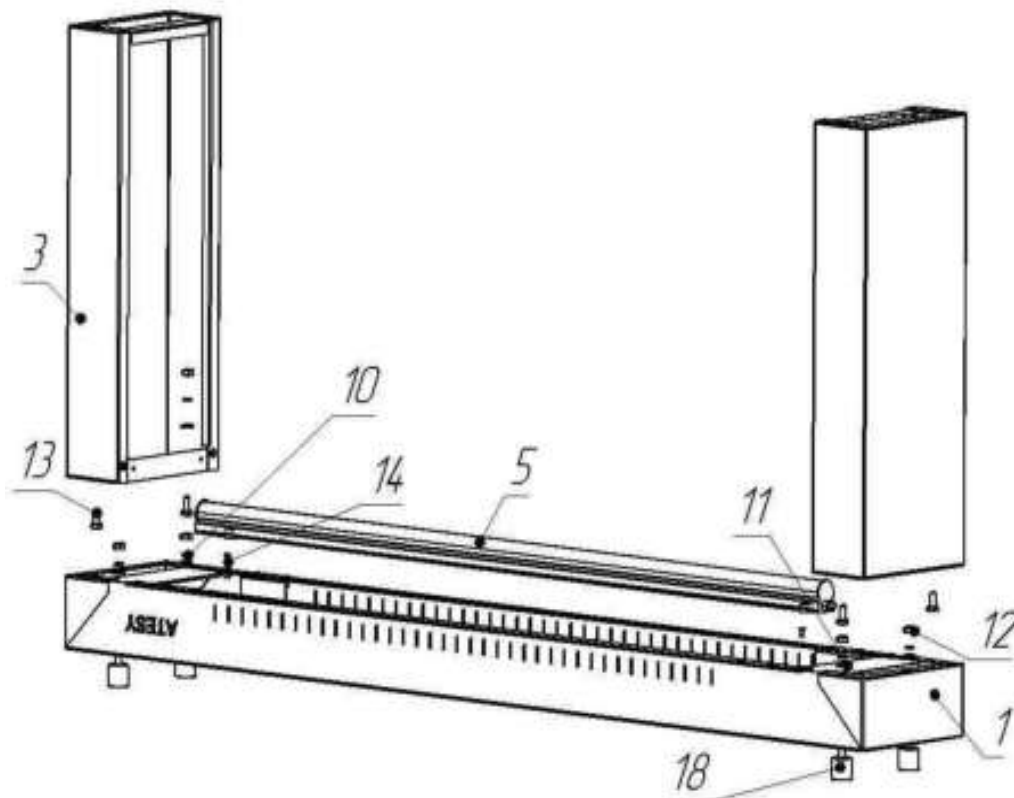
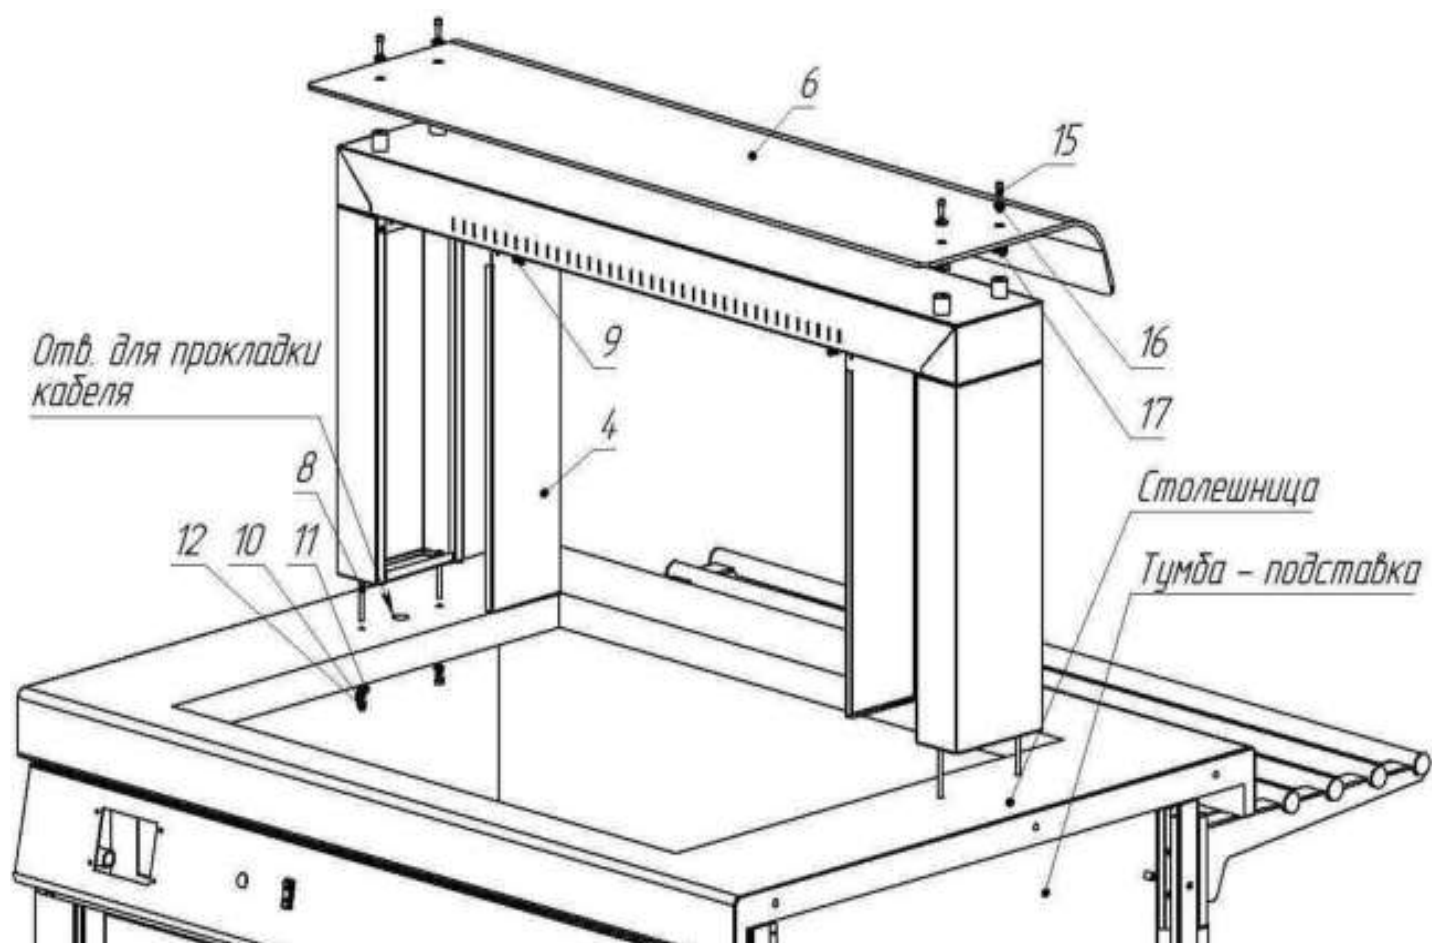
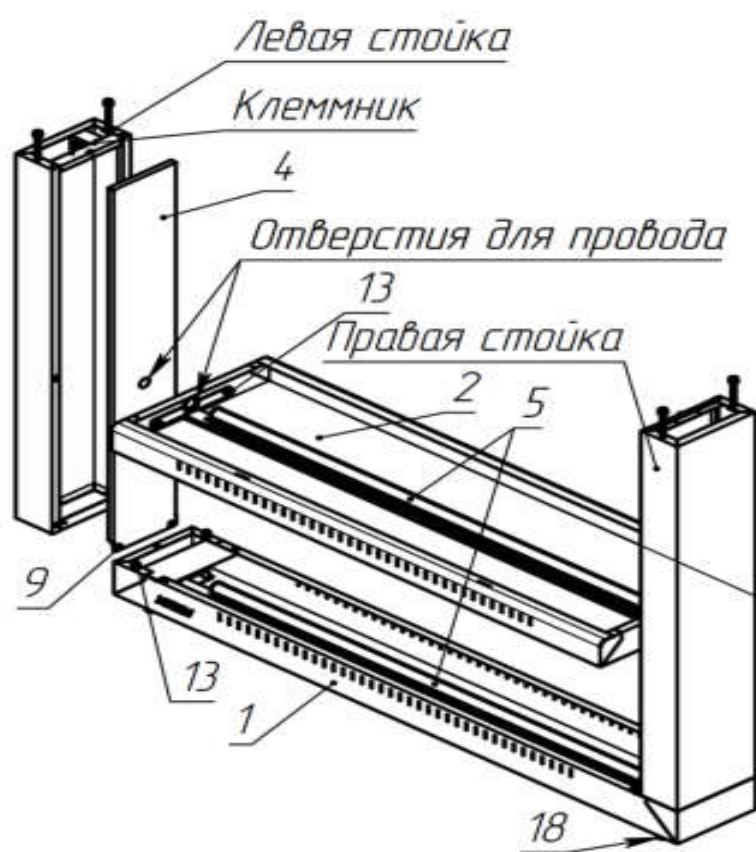

рис. 3.1
Рис. 3.2
Рис. 4.1
- Установить на полку поз. 1 проставки поз. 18 (см. рис. 3.1, и таблицу **приложение 2**).
- Установить на полку поз. 1 стойки поз. 3 при помощи крепёжных элементов поз. 10, 11, 12, 13 (см. рис. 3.1, и таблицу **приложение 2**);
- Установить на полку поз. 1 светильник поз. 5 винтами поз. 14 (см. рис. 3.1, и таблицу **приложение 2**);
- Установить полку на столешницу и закрепить её крепёжными элементами поз. 8, 10, 11, 12 (см. рис. 3.2, и таблицу **приложение 2**). Полку следует ориентировать так, чтобы тиснение надписи **ATESY** на ней было обращено в сторону направляющей (см. рис. 3.2);
- Установить стекло поз. 6, предварительно подложив под него прокладки поз.17. Закрепить стекло поз.6 винтом поз. 15 через втулку поз. 16 (см. рис. 3.2).
- Установить на стойки полки вставки поз. 4 и закрепить их винтами поз. 9 (см. рис. 3.2, и таблицу **приложение 2**).
- Установить на полки поз. 1 и поз. 2 светильники поз. 5 винтами поз. 14 (см. рис. 3.1, рис. 4.1 и таблицу **приложение 2**);
- Установить на полку поз. 1 правую стойку при помощи крепёжных элементов поз. 10, 11, 12, 13 (см. рис. 3.1, 4.1 и таблицу **приложение 2**);
- Установить на правую стойку вставку поз. 4 и закрепить её винтами поз. 9 (см. рис. 3.2, рис. 4.1 и таблицу **приложение 2**);
- Положить изделие на бок, прикрутить нижнюю полку поз.2 к **правой стойке** крепежом поз.10, 11, 13, (см. рис. 4.1 и таблицу **приложение 2**);
- Пропустить провода светильников через верх левой стойки и отверстия нижней полки, вставки поз. 4 и подключить их к клемнику. К нему же подключить жгут (провод) поз. 24 (см. рис. 4.1 и таблицу **приложение 2**)
- Левую стойку прикрутить к верхней полке. К стойке прикрутить вставку и нижнюю полку крепежом поз. 9, 10, 11, 12, 13.(см. рис. 4.1 и таблицу **приложение 2**);
- Установить верхнее стекло поз. 6, предварительно подложив под него прокладки поз.17. Закрепить стекло поз.6 винтами поз. 15 через втулки поз. 16 (см. рис. 3.2, 4.2 и таблицу **приложение 2**);